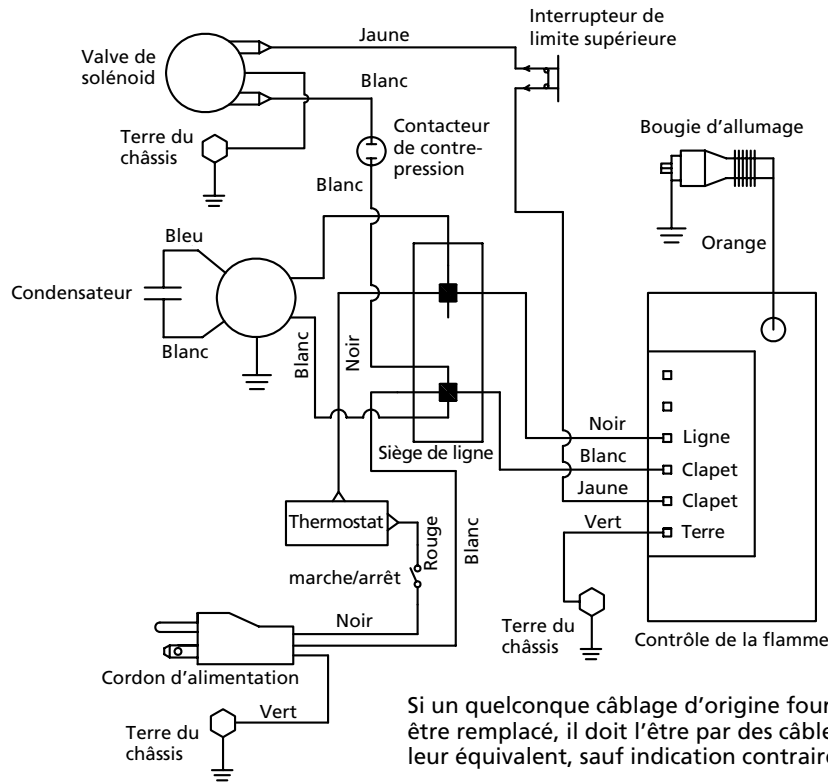

Figure 8 – Schéma de câblage
10. Reconnecter les fils conducteurs comme l'illustre le schéma de câblage (Figure 8).